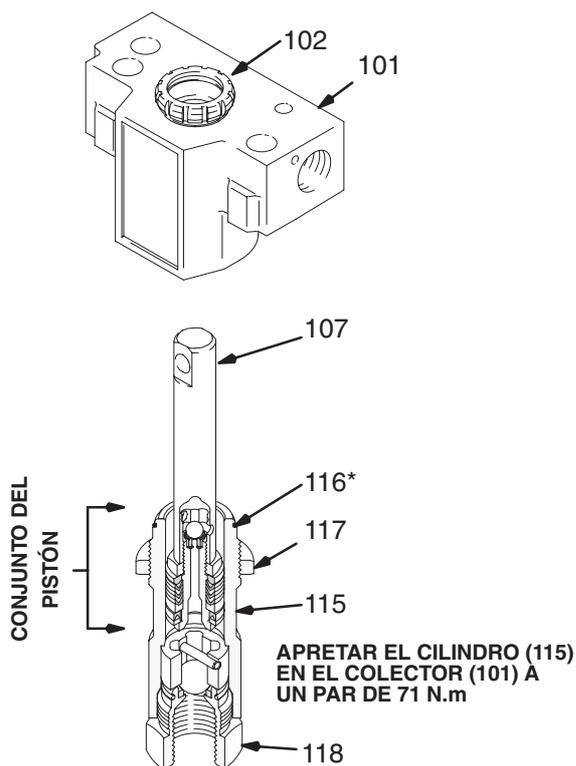

Fig. 7
10. Instale la tuerca prensaestopas (102) y el tapón (124), sin apretar por el momento. Vea Fig. 7.
11. Coloque firmemente una nueva junta tórica (116\*) en la ranura del cilindro (115). Vea Fig. 7.
12. Engrase el vástago del pistón y las empaquetaduras con aceite. Deslice cuidadosamente el conjunto **POR LA PARTE SUPERIOR DEL CILINDRO (115)**. Vea Fig. 7.
13. Coloque la válvula de admisión (118) en un torno de banco y monte sus piezas. Vea la página 4. Enrosque el cilindro (115) en la válvula (118). Enrosque completamente la contratuerca (117). Vea Fig. 7.
14. Coloque el colector sobre un torno de banco. Guíe el conjunto varillas/cilindro hacia abajo a través del colector (101). Atornille el cilindro (115) en el colector y aplique un par de apriete de 71 N.m. Vea Fig. 7.
15. Apriete la válvula de admisión (118) a un par de 71 N.m. Vea Fig. 7.
16. Apriete la contratuerca del cilindro (117) a un par de 98 N.m. Vea Fig. 7.